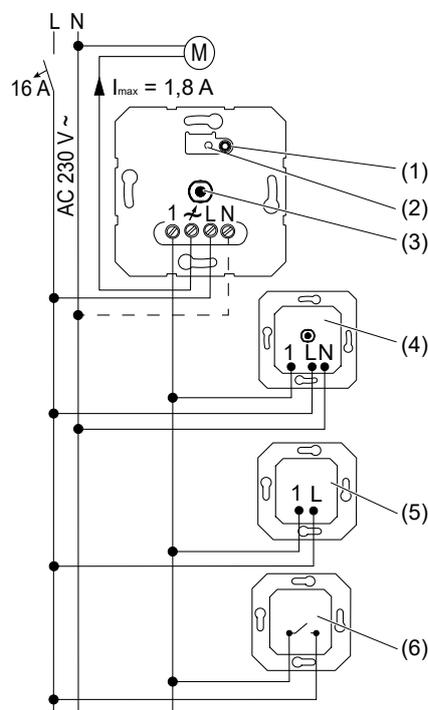
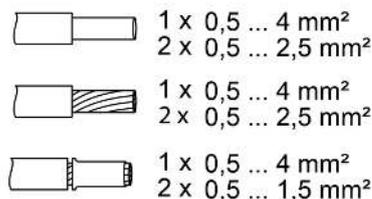

рисунок 1: Схема подключения с дополнительными подчиненными узлами локальной сети
рисунок 2: Зажимаемое поперечное сечение провода
- Подключить прибор согласно электрической схеме (рисунок 1). При этом необходимо соблюдать необходимое сечение провода под клемму (рисунок 2)
- **i** Двигатель можно включать путем короткого нажатия кнопки **Test** (1).